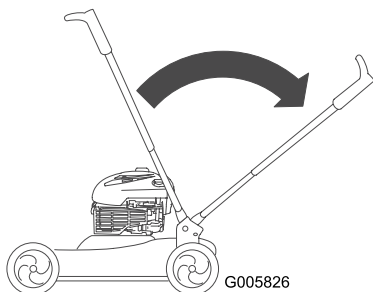

Figura 47
4. Para desplegar el manillar, simplemente ponga el manillar en la posición de operación (Figura 47).